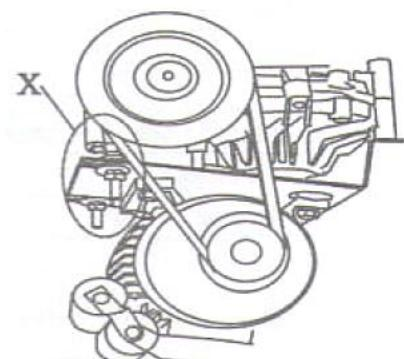

Рис. 9
- с. В случае потери мощности следует проверить натяжение приводного ремня: снять левую панель корпуса шиномонтажного станка, открутив 4 винта крепления. Натянуть приводной ремень с помощью специального регулировочного винта X на опоре электродвигателя (рис. 9).